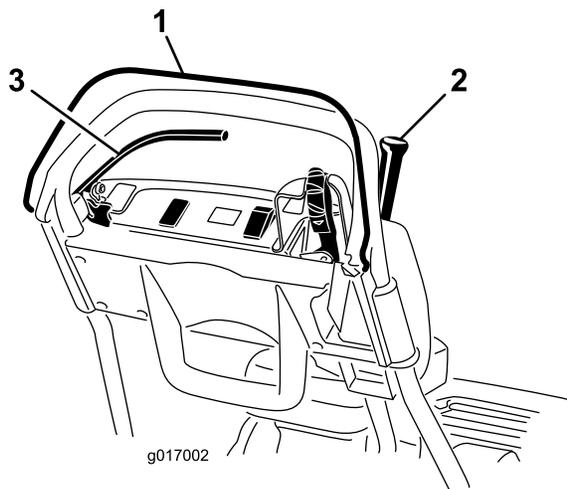

Figura 31
2. Com o CPO solto, tentar accionar a alavanca de tracção (Figura 31). A alavanca de tracção não se deve accionar. Se a alavanca de tracção se accionar, o interruptor de segurança precisa de assistência. Corrija o problema antes da utilização.
3. Com o CPO carregado e a alavanca de tracção accionada, soltar o CPO (Figura 31). A alavanca de tracção deve deixar de ficar accionada. Se a alavanca de
4. Com o CPO carregado e a alavanca de mudanças para a esquerda, active a tracção e a transmissão do cilindro, solte o CPO (Figura 31). A alavanca de tracção deve deixar de ficar accionada. Se a alavanca de tracção não deixar de ficar accionada, o interruptor de segurança precisa de assistência. Corrija o problema antes da utilização; consulte Manutenção dos interruptores de segurança de tracção (página 34).